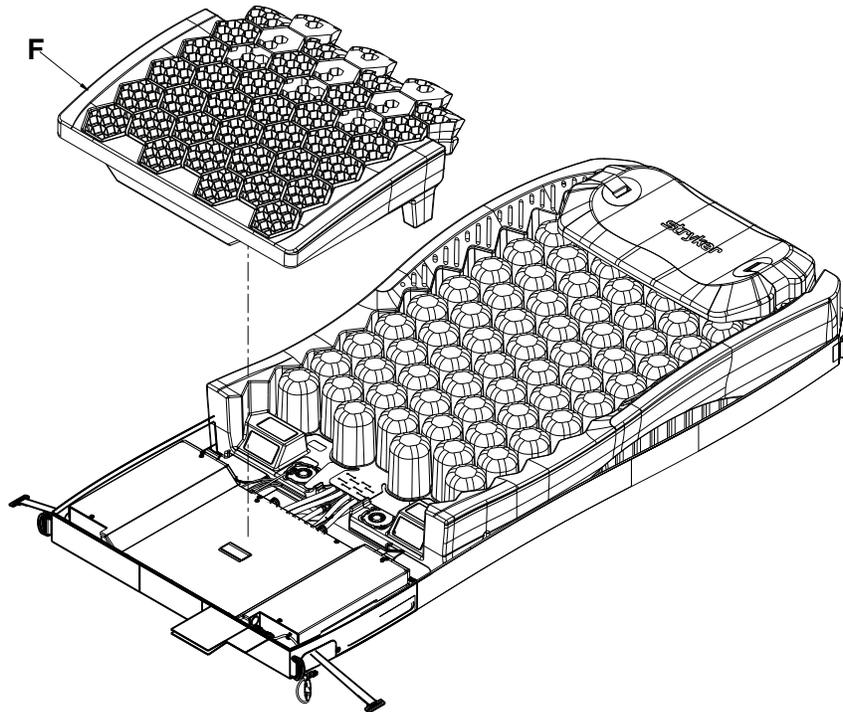

Figure 19 – Matelas en gel
11. Soulever le matelas en gel côté pieds (F) pour le retirer de l'ensemble de cellules (Figure 19). Conserver le matelas en gel.